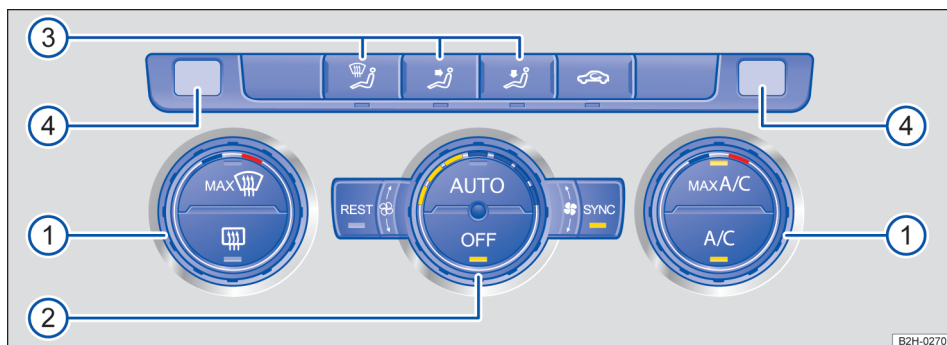

Fig. 90 No painel de instrumentos: elementos de comando do Climatronic.
- **OU**: girar o regulador → Fig. 90 ② para a esquerda até o batente.
Climatronic: com os reguladores externos → Fig. 90 ①, ajustar as temperaturas para o lado do condutor e do passageiro dianteiro. Os displays acima dos reguladores externos indicam as temperaturas ajustadas.
Com o regulador direito ③ ou com o botão **MAX ③** → Fig. 90, é possível descongelar o para-brisa rapidamente e eliminar o embaçamento (função de desembaçamento):